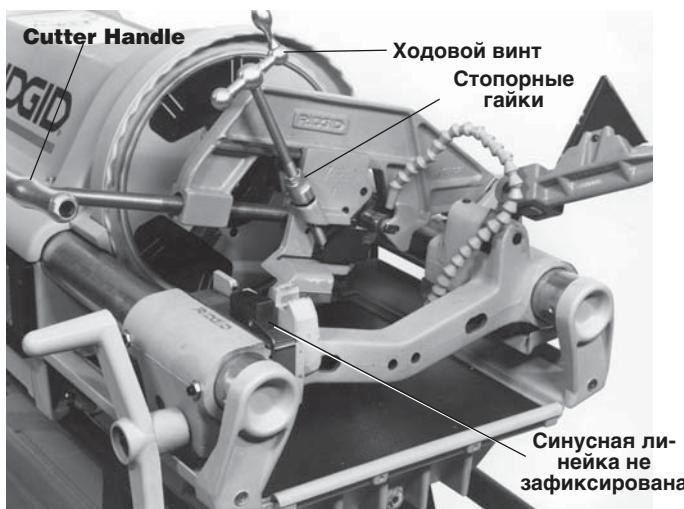

Рисунок 19 – Труборез для труб из сарана № 766
1. Вытащите крючок синусной линейки суппорта (НАРУЖУ) за край суппорта, чтобы труборез не столкнулся с синусной линейкой. (Рисунок 19)